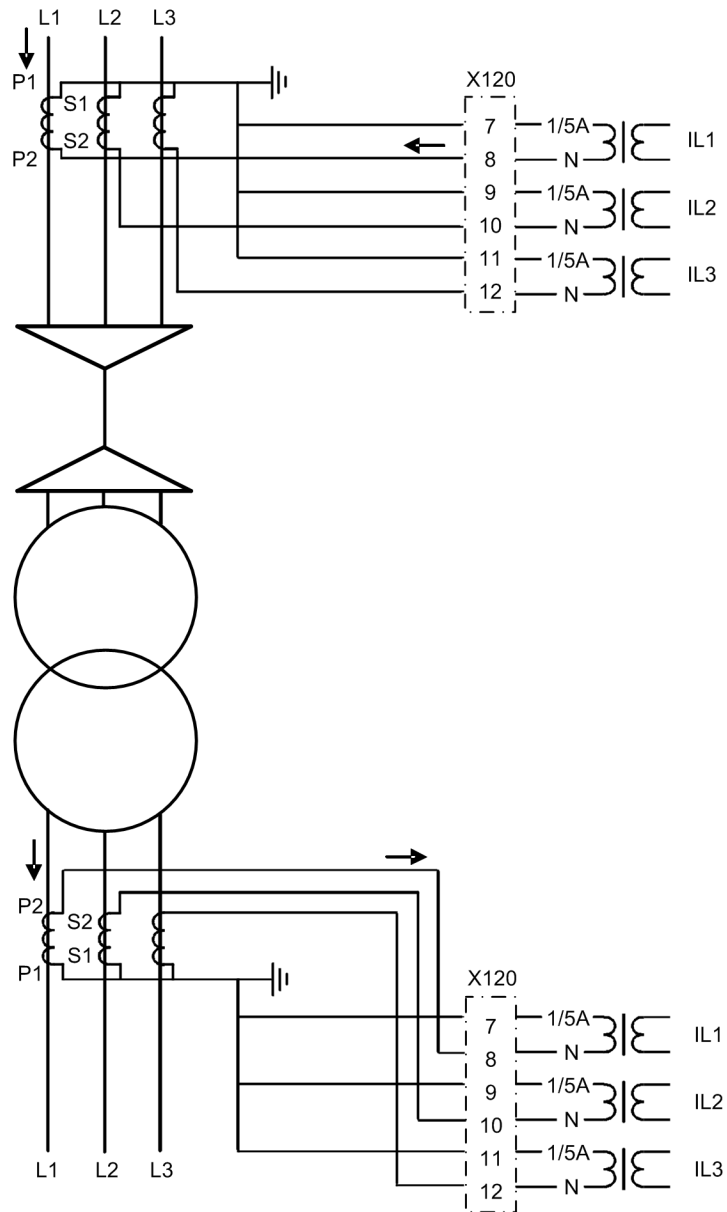
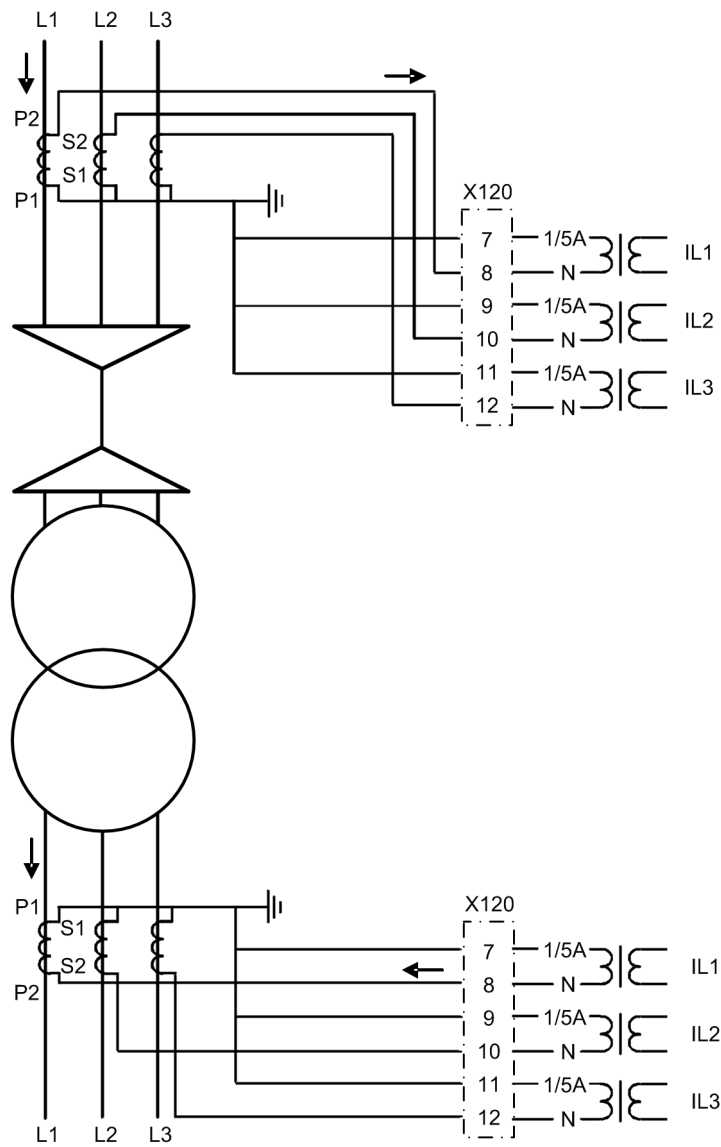

Figure 226: Exemple de raccordement de transformateur de courant de type 1
Figure 227: Exemple de raccordement de transformateur de courant de type 1
- Si les directions positives des courants de relais de protection des enroulements 1 et 2 sont opposées, le paramètre de réglage *CT connection type* est « Type 1 ». Les exemples de connexion de « Type 1 » sont présentés dans la Figure 226 et Figure 227.